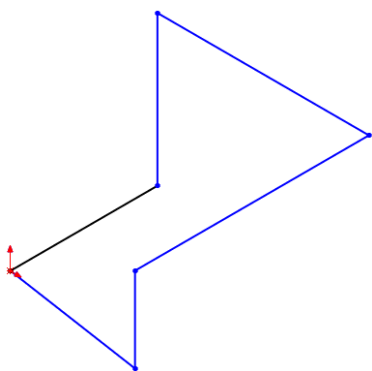

图 3-48 三维草图
(1) 新建文件。启动 SolidWorks 2012, 选择菜单栏中的“文件”→“新建”命令, 或者单击“标准”工具栏中的 (新建) 图标, 在弹出的“新建 SolidWorks 文件”对话框中选择 (零件) 图标, 然后单击“确定”按钮, 创建一个新的零件文件。
(2) 绘制三维草图。选择菜单栏中的“插入”→“三维草图”命令, 或者单击“草图”工具栏中的 (三维草图) 按钮, 进入三维草图绘制状态。单击“草图”工具栏中需要绘制的草图工具, 接着单击 (直线) 按钮, 开始绘制三维空间直线, 注意此时在绘图区中出现了空间控标, 以原点为起点绘制草图, 基准面为控标提示的基准面, 方向由光标拖动决定, 如图 3-48 所示绘制草图。